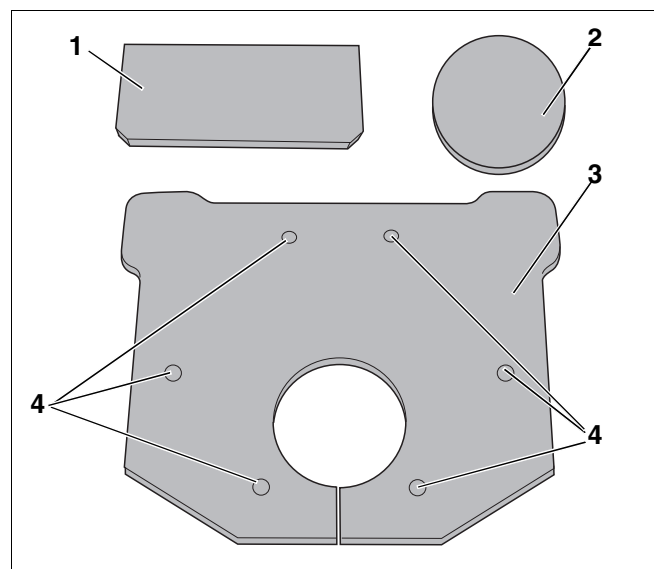
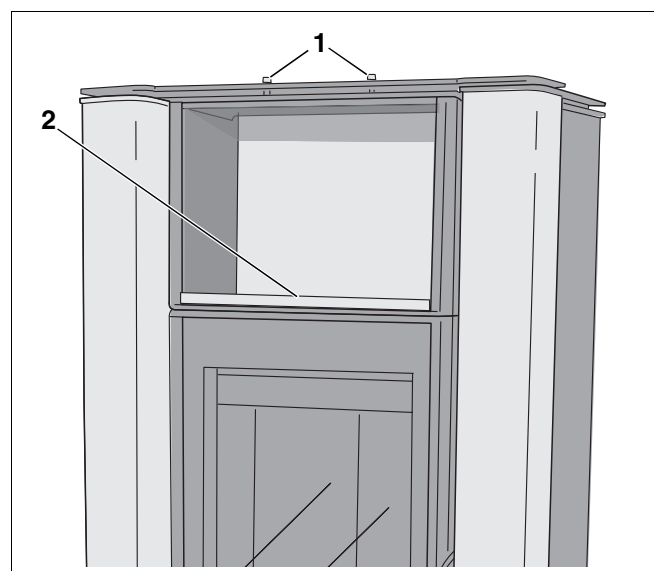

Abb. 42 Serpentinosteine (blueline 4)
Abb. 43 Abdeckplatte und Warmhaltefachstein (blueline 4)
- Naturstein-Serpentino-Abdeckplatte (Abb. 42, **Pos. 3**) mit den Sacklöchern (Abb. 42, **Pos. 4**) auf die Schrauben der Oberseite Kaminofen legen.
- Wenn der Abgasanschluss Rückseite verwendet wird, den Serpentino-Rundstein (Abb. 42, **Pos. 2**) auf den Abgasanschluss Oberseite legen.
Beachten Sie, dass die Ausführung in Naturstein Serpentino nur über eine Abdeckplatte verfügt (Abb. 42, **Pos. 3**). Montieren Sie zuerst die Naturstein-Abdeckplatte (Abb. 42, **Pos. 3**), bevor Sie den Anschluss an den Schornstein herstellen.
- Serpentino-Warmhaltefachstein (Abb. 42, **Pos. 1**) mit der glatten Seite nach oben in das Warmhaltefach einlegen (Abb. 43, **Pos. 2**).